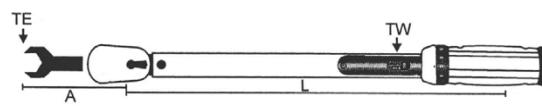

Fig. 4
- Quando si utilizzano prolunghe o adattatori, il valore della coppia cambia. Una prolunga aumenta la lunghezza effettiva dell'utensile. La nuova prestazione di coppia della chiave dinamometrica può essere calcolata con la seguente formula: $TW = (TExL) / (L+A)$. (Fig. 4)